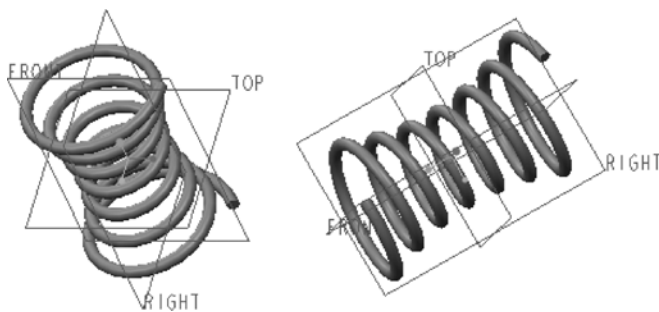

图 6-91 创建弹簧模型
- (1) 在创建扫描混合特征时，注意哪些限制条件或要求？如何创建扫描混合特征？
- (2) 通常在哪些产品上具有唇特征？请尝试设计一种简单的并具有唇特征的模型或工业产品。
- (3) 骨架折弯和环形折弯有什么不同？日常所见的哪些产品零件可以使用“骨架折弯”和“环形折弯”命令来创建？可以举例进行说明、演示。
- (4) 请说出半径圆顶和剖面圆顶的异同之处。
- (5) 修饰特征的主要用途是什么？如何在草绘面上创建规则截面草绘修饰特征？可以举例进行说明。
- (6) 什么是修饰螺纹特征？创建修饰螺纹时需要定义哪些参数？并举例来说明如何创建修饰螺纹特征。
- (7) 上机操作：根据如图 6-91 所示的弹簧效果，自行确定尺寸来创建外形相仿的弹簧。